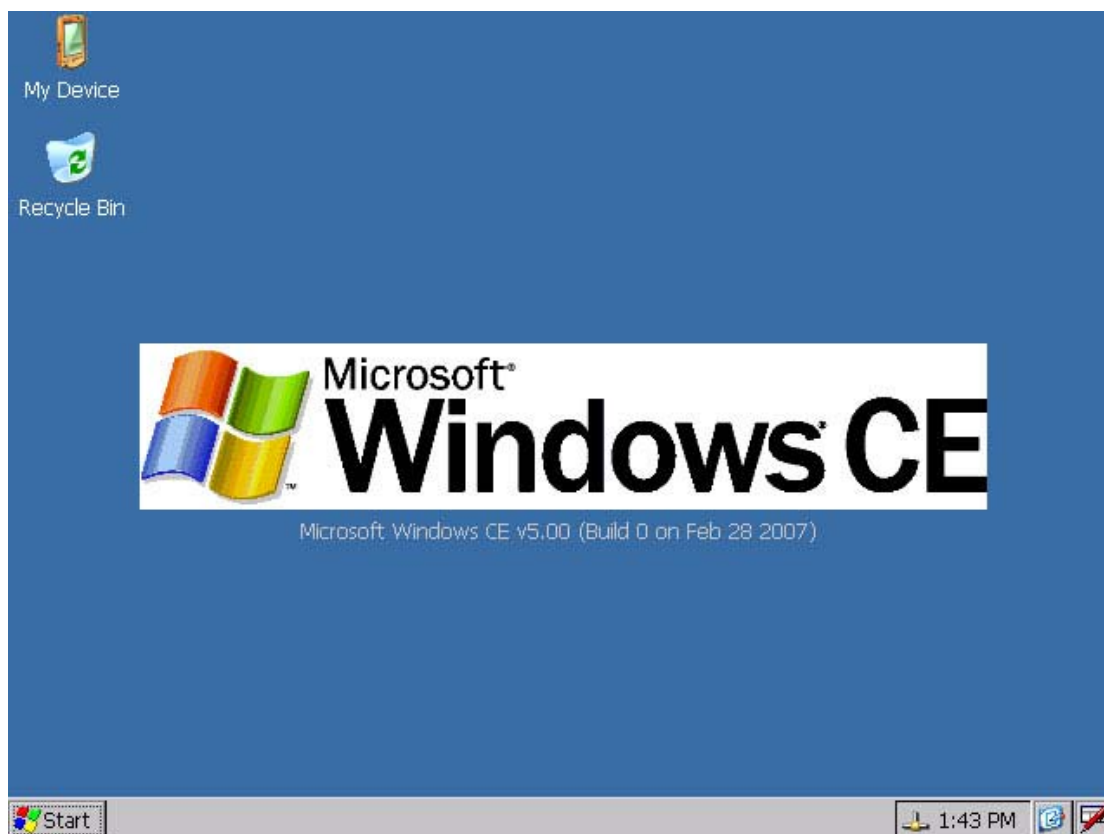

图 4-1 英创 ARM9 嵌入式模块正常启动以后的显示画面
1、英创 ARM9 嵌入式模块正常启动以后的显示画面如图 4-1 所示。